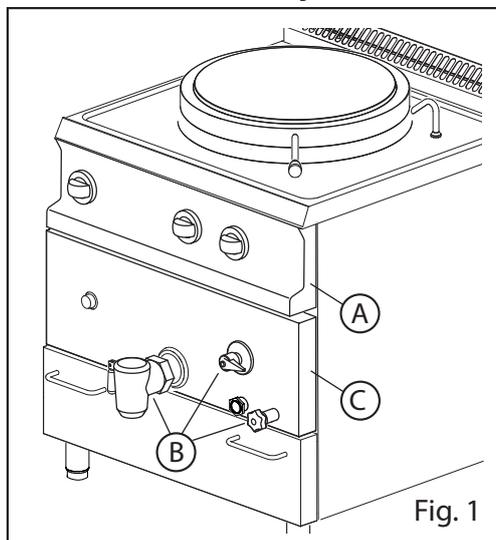

Fig. 1
1. Desmonte las llaves y la parte delantera (Fig. 1/A)
- Quite los grifos de descarga de la cacerola, carga de la cámara y nivel de la cámara (Fig. 1/B)
- Quite el panel central (Fig. 1/C)
1. La parte delantera, las llaves (Fig. 1/A) y el panel (Fig. 1/B)